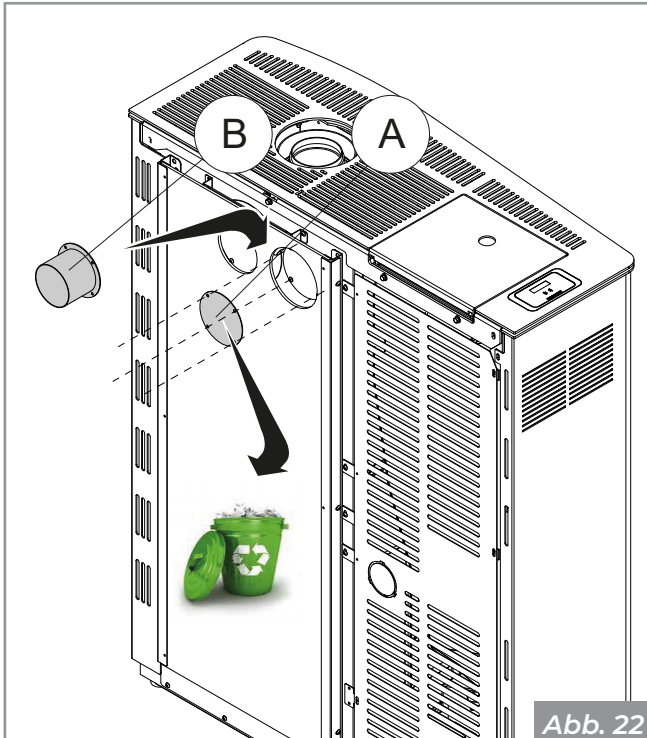

Abb. 22
Um den Ofen an das Kanalheizungssystem anzuschließen, ist es notwendig, die hintere Kappe (A) zu entfernen und das mitgelieferte Rohr mit 80 mm Durchmesser (B) zu installieren (Abb. 22).